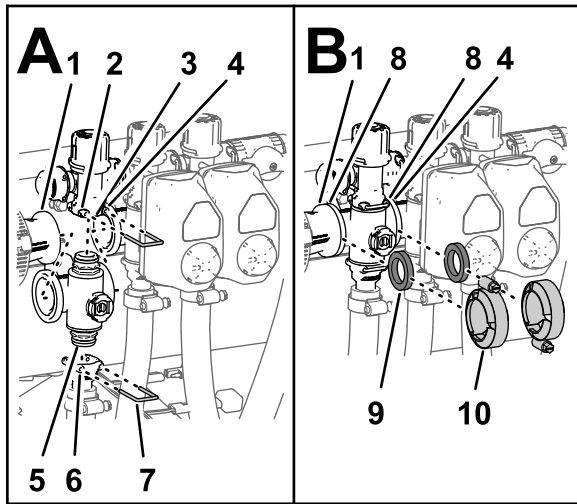

Figura 84
- Inserte el conector de extremo superior de la válvula multivía en el acoplamiento de desvío (Figura 84, A).
- Sujete el conector de extremo al acoplamiento de desvío insertando una horquilla de retención en el acoplamiento de desvío (Figura 84, A).
- Monte el conector de salida en el conector de extremo inferior del distribuidor (Figura 84, A).
- Sujete el conector de extremo al conector de salida insertando una horquilla de retención en el conector de salida (Figura 84, A).
- Alinee una junta entre las bridas del racor reductor y el distribuidor de la válvula de sección (Figura 84, B).
- Monte el racor reductor, la junta y el distribuidor de la válvula de sección con una abrazadera y apriete a mano (Figura 84, B).
- Para instalar las dos válvulas de sección de la izquierda, alinee una junta entre las bridas de los distribuidores de las 2 válvulas de sección adyacentes (Figura 84, B).
- Sujete los 2 distribuidores de válvula de sección adyacentes y la junta con una abrazadera y apriete a mano (Figura 84, B).